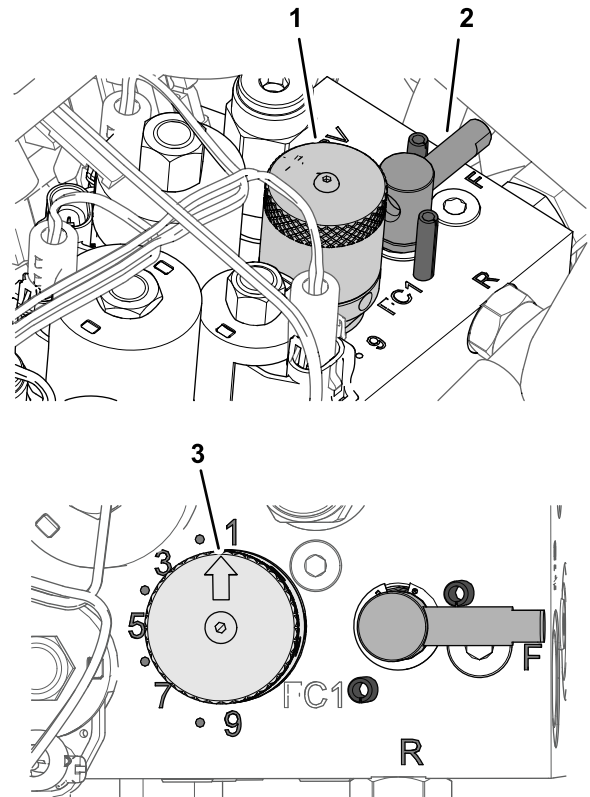

图52
5. 要调节滚刀的速度，请旋转滚刀速度控制旋钮（图52），直至指示器箭头与在步骤 3 中确定的数字对齐。